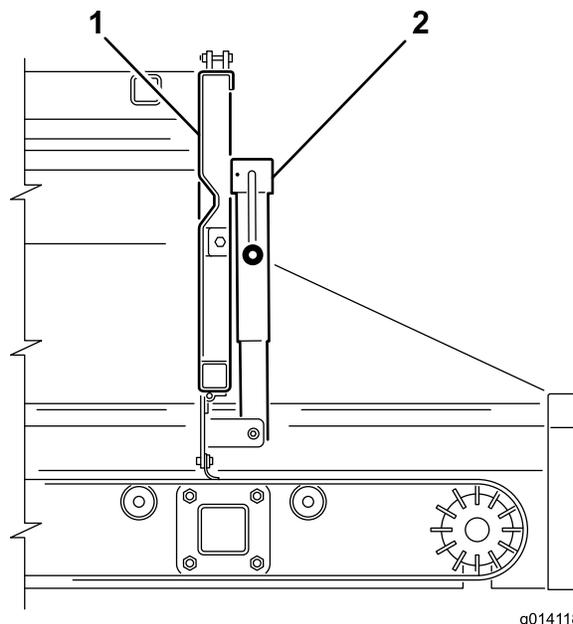
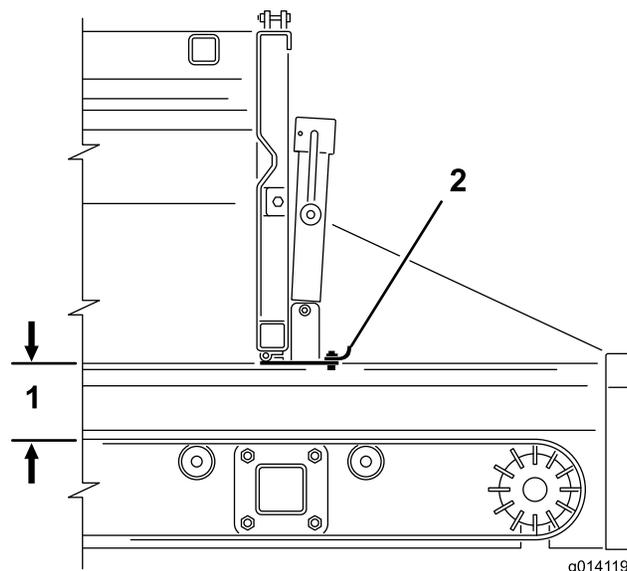

図 27
図 28
2. ジャッキハンドルを使って、後ゲートを適当な状態まで開く（図 27 と 図 28）。これにより、オプション機器を使う場合にはオプションへの供給量が制限される。